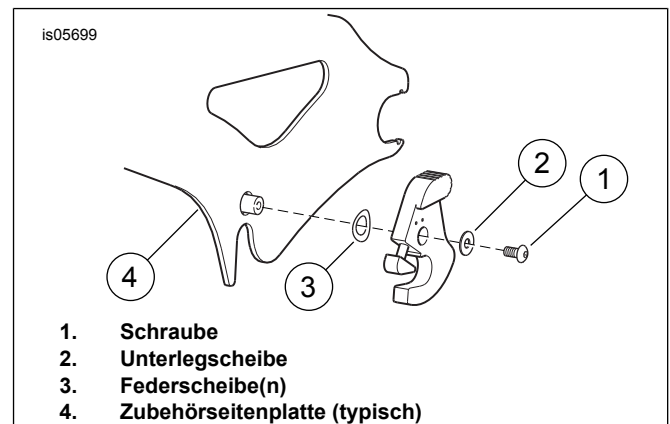

Abbildung 1. Verriegelung entfernen (Einbau links außen dargestellt)
- Siehe Abbildung 1. Die Schraube (1) und Unterlegscheibe (2) vom Riegel bzw. den Riegeln entfernen, die durch den neuen Verschlussriegel ersetzt werden sollen. Die Schraube und Unterlegscheibe zum Einbau aufheben. Je nach Zubehör kann sich eine zweite kleine Unterlegscheibe unter der Schraube befinden, die am Zubehör haftet. Falls vorhanden, beide Unterlegscheiben aufbewahren und erneut verwenden. Die folgenden Anweisungen gehen davon aus, dass nur eine Unterlegscheibe vorhanden ist.